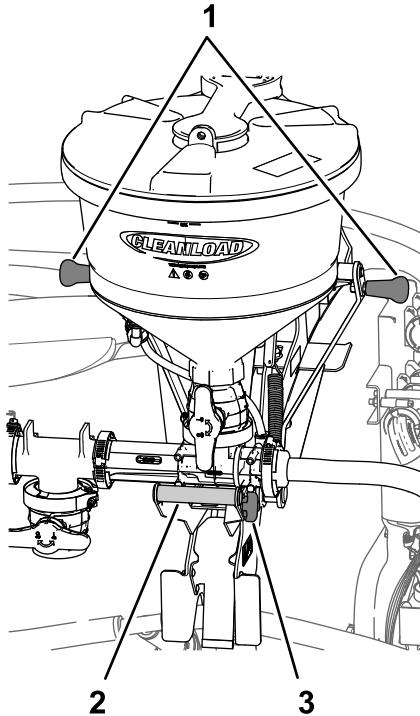
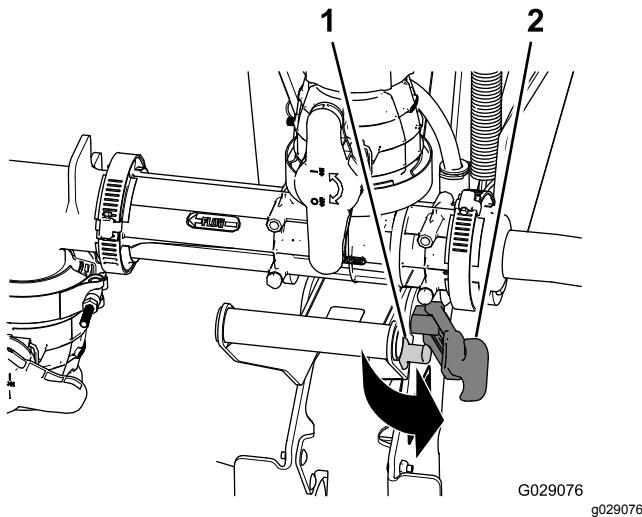
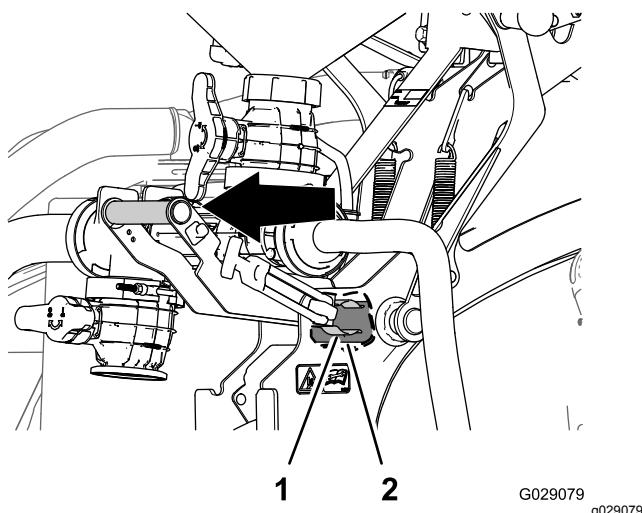
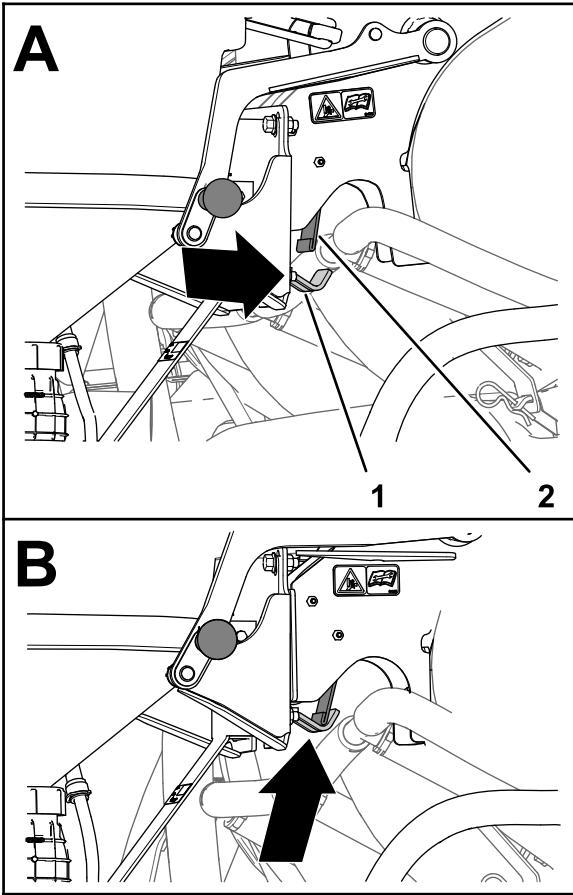

Figura 35
Figura 36
Figura 37
Figura 40
1. Afferrate la stegola del nebulizzatore e tirate la maniglia di chiusura via dalla colonnetta di ancoraggio (Figura 35 e Figura 36).
2. Afferrate la stegola del nebulizzatore sulla parte superiore della base oltre alla stegola del nebulizzatore e tirate quest'ultima in fuori fino a quando la molla di serraggio non viene rilasciata dal tubo orientabile (Figura 35 e Figura 37).
5. Quando il fermo della contropiastre si trova sotto la foglia della molla a balestra (A di Figura 40), ruotate la stegola del nebulizzatore verso l'interno, in modo che la parte del gancio del fermo sia allineata dietro la foglia della molla a balestra (B di Figura 40).
- Afferrate una stegola sulla parte superiore della base oltre alla stegola del nebulizzatore e tirate quest'ultima in fuori fino a quando la parte del gancio del fermo non è allineata all'esterno della foglia della molla a balestra (Figura 37 e Figura 40).
sia completamente in sede attorno al tubo orientabile (Figura 37).
- Tirate la maniglia di chiusura sulla colonnetta di ancoraggio (Figura 36).